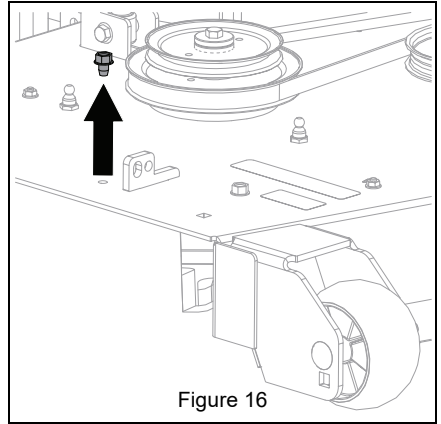

Figure 16
3. *Carters 52" et 60" uniquement :* Retirer la vis autotaraudeuse. Garder la pièce de côté pour pouvoir utiliser la machine sans ensacheuse. Voir Figure 16.